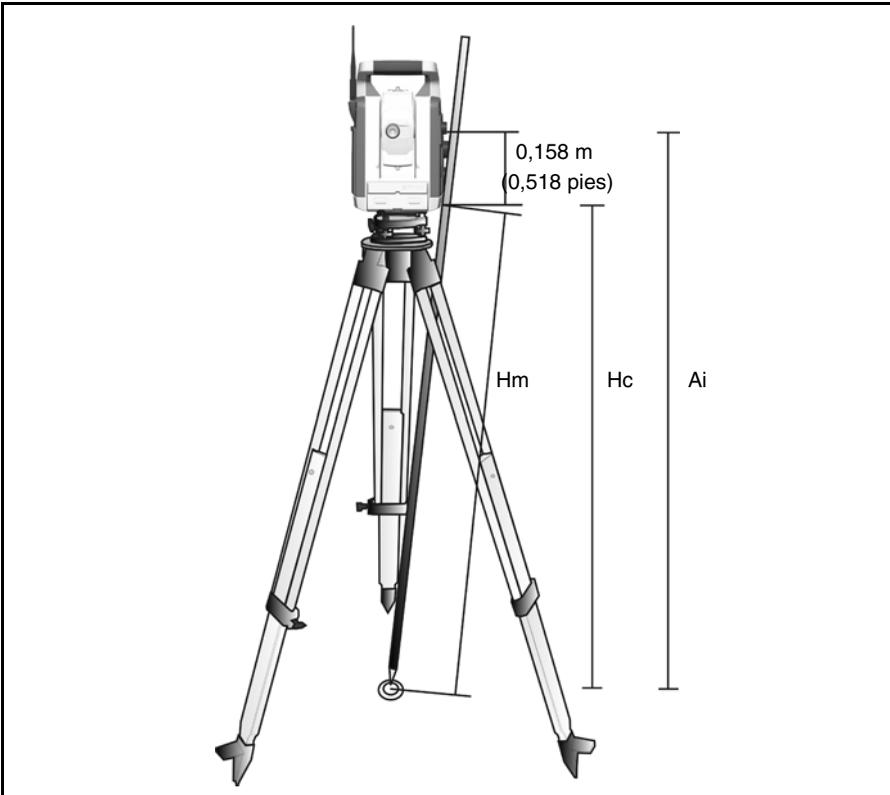

Figura 4.37 Medidas de altura del instrumento
Si se ha conectado un controlador Trimble CU o TSC2 que ejecute un software de aplicación de campo, el software presenta funciones adicionales que reducen la medida de la marca inferior a la altura vertical requerida del instrumento (AI) en el eje de muñones. Véanse la Figura 4.37 y el párrafo siguiente.